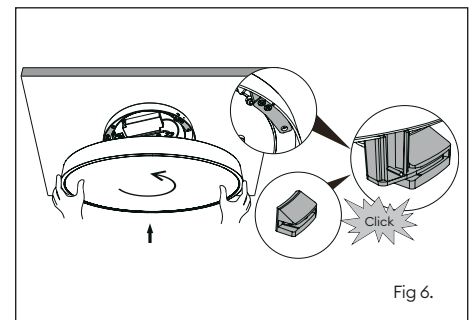

Fig 6.
12. Fit main down light section by pushing onto the base section and rotate anti-clockwise (fig 6).
12. Installez la section downlight en l'appliquant à la base et en la faisant tourner dans le sens inverse des aiguilles d'une montre (fig. 6).